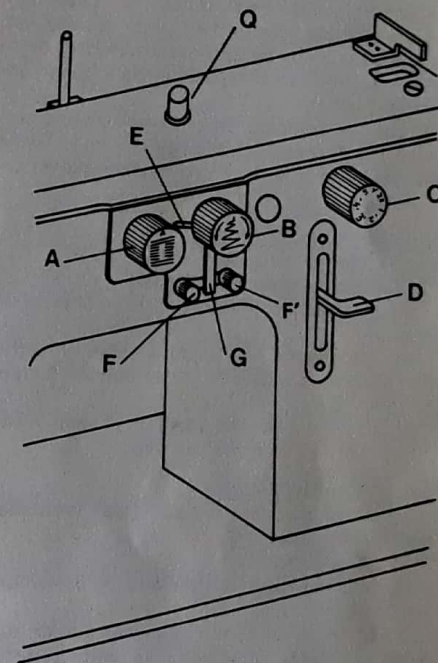

Fig. 17
#### Costura recta con aguja simple o doble (Fig. 17)
- \* Una vez elegido el conjunto y colocado en su lecho, solamente deberá girar la perilla selectora C (Fig. 17) haciendo coincidir el número del diseño elegido con la línea de referencia ubicada en la parte superior de la base de la perilla selectora.